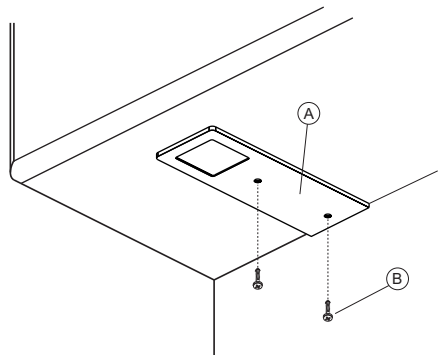
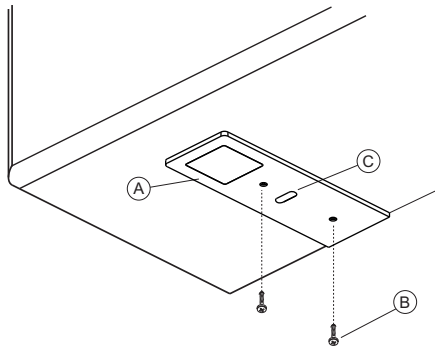
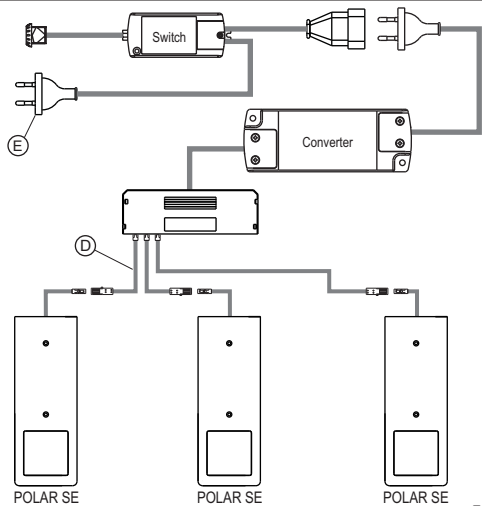
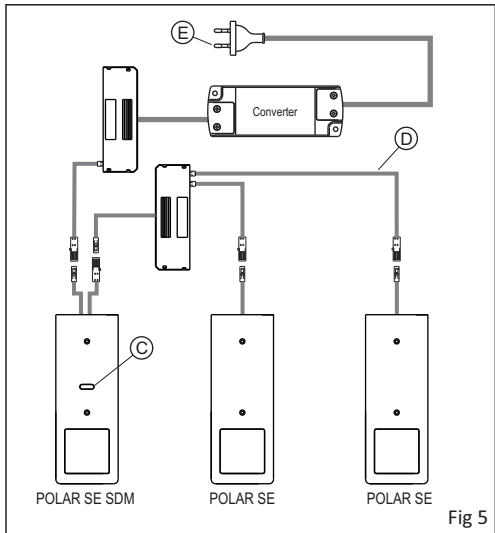

Fig 1
Fig 3
Fig 4
Fig 5
- Fix the screws (B) supplied in the holes of the unit (A) as indicated in Fig. 1,2,3.
- Connect the spotlights to the adaptor and using the extensions provided in the pack (D) following the wiring diagram:
- **SLAVE:** (fig.4) (without switch)
- **SDM:** (fig.5) (TOUCH SENSOR master)
The luminosity level obtained will be saved until the next adjustment. The output cable of **POLAR SE SDM** can handle a load of max. 72W @ 24VDC included the absorption of the device figure 4.
POLAR SE (F) is a switch-free spotlight, then it must be turned on via a remote switch that can be placed on the **POLAR SE SDM** (wired in the MASTER version) as shown in figure 4 or it can be assigned to a separate switch connected to the primary of the converter as shown in figure 3, or to a remote socket where to connect the converter.
- Fixieren Sie die mitgelieferten Schrauben (B) in den Bohrungen der
Leuchten (A), wie in Abbildung 1,2,3 angegeben.
- Verbindung der Strahler mit einem Verlängerungskabel siehe (D) mit den Steckerteilen (siehe Anschlussplan):
- **SLAVE:** (Abb.4) (ohne Schalter)
- **SDM:** (Abb.5) (TOUCH SENSOR Master)
Der Ausgang (output cable) des **POLAR SE SDM** kann eine maximale Last von 72W@24Vdc einschließlich der Stromaufnahme steuern (abb.5).
POLAR SE (F) ist eine Leuchte ohne Schalter, daher muss das Einschalten über einen Extraschalter erfolgen, der sich am **POLAR SE SDM** (mit Verkabelung der Ausführung MASTER) wie in Abbildung 5 gezeigt befinden kann, oder über einen eigenen Schalter, der an die Primärspannung des Konverters angeschlossen wird, wie in Abbildung 4 gezeigt, oder über eine gesteuerte Steckdose, an die der Konverter angeschlossen wird.
- Visser les vis (B) fournies dans les orifices de l'appareil (A), comme indiqué sur la figure 1,2,3.
- Effectuer le branchement électrique des spots à l'alimentateur au besoin en utilisant les rallonges fournies en dotation (D) en respectant le schéma de connexion:
- **SLAVE:** (fig.4) (sans interrupteur)
- **SDM:** (fig.5) (touch-led dimmer master)
La sortie (output cable) du **POLAR SE SDM** peut commander une charge maximum de 72W à 24Vdc, incluant l'absorption de l'appareil (fig.5).
Le **POLAR SE (F)** est une lampe sans interrupteur. Par conséquent, l'allumage passe par un interrupteur déporté pouvant se trouver sur le **POLAR SE SDM** (câblé en version MAÎTRE) comme illustré sur la figure 5 ou pouvant être assigné à un interrupteur séparé branché sur le module principal du convertisseur comme illustré sur la figure 4, ou à une prise commandée sur laquelle brancher le convertisseur.